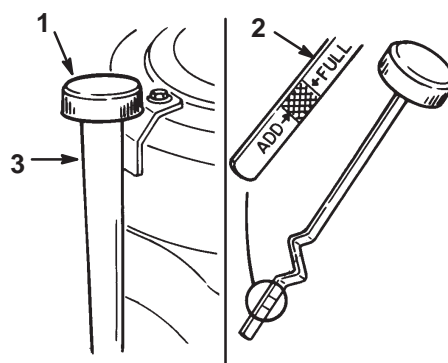

Figure 18
3. Nettoyez la surface autour de la jauge d'huile (Fig. 18) pour éviter que des impuretés s'introduisent dans le goulot de remplissage, ce qui risquerait d'endommager le moteur.
4. Dévissez la jauge d'huile et essuyez soigneusement l'extrémité métallique (Fig. 18).
5. Revissez la jauge complètement dans le goulot de remplissage (Fig. 18). Dévissez de nouveau la jauge et examinez l'extrémité métallique. Si le niveau est bas, versez lentement une quantité d'huile suffisante dans le goulot de remplissage pour amener le niveau au repère du plein ("FULL"). Vissez la jauge en place.
7. Versez lentement environ 80% de la quantité d'huile spécifiée dans le goulot de remplissage (Fig. 18). Vérifiez le niveau d'huile (voir Contrôle du niveau d'huile, page 21). Versez avec précaution suffisamment d'huile pour que le niveau atteigne le repère maximum (FULL) sur la jauge.